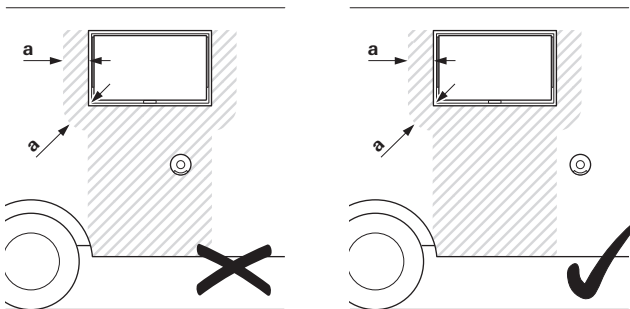

Figura 4
Posizionare il camino a parete in modo da non trovare, entro una distanza di 500 mm (R), né il bocchettone carburante, né l'apertura di sfiato del serbatoio (Figura 3). Entro una distanza di 300 mm non devono inoltre trovarsi né l'apertura di sfiato della zona abitabile, né il vano di una finestra (Figura 4).